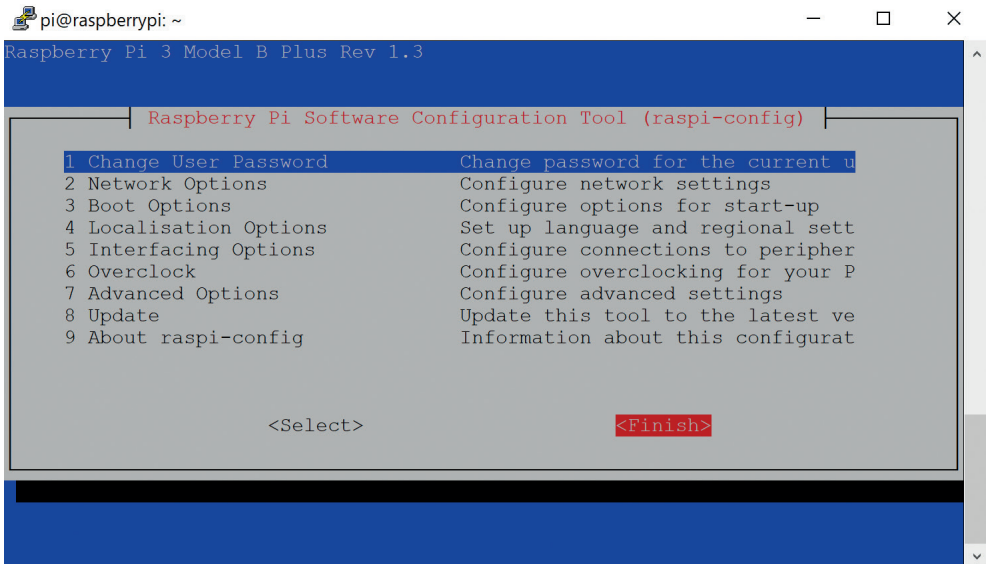

Рис. 4.9. Завершение настройки
1. Нажатием клавиши **Tab** перейдите к элементу **Finish** (Завершить) (см. рис. 4.9), затем нажмите **Ввод**.